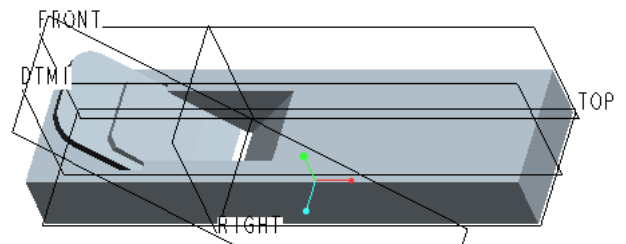
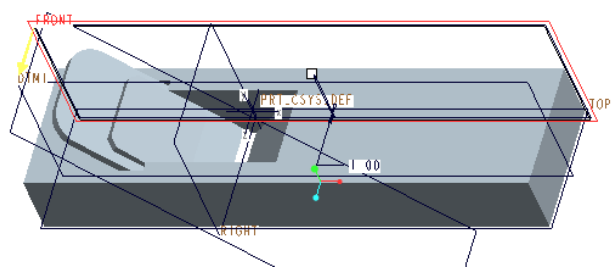
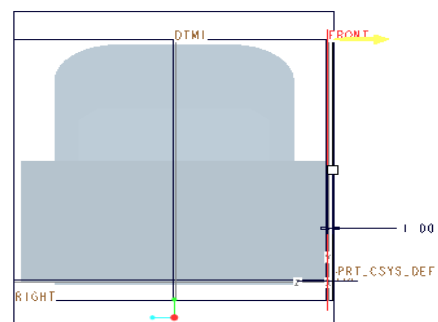

図 4-56 標準方向
図 4-57 データム面 DTM3 の参照
図 4-58 RIGHT ビュー
- 「保存したビューリスト」の「標準方向」を選択して図 4-56、DTM3 の参照面を FRONT 図 4-57 また「RIGHT」方向を選ぶと図 4-58 となる。いずれの図に示すように「DTM3」は FRONT 平面の外側に置かれる状態にあることを確認することができる。